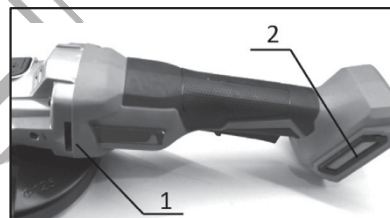

Fig. 12
### Tăierea cu un disc de tăiere (Fig. 12)
- Nu acoperiți orificiile de aerisire (Fig. 12) atunci când lucrați, deoarece acest lucru poate cauza deteriorarea sculei din cauza supraîncălzirii.